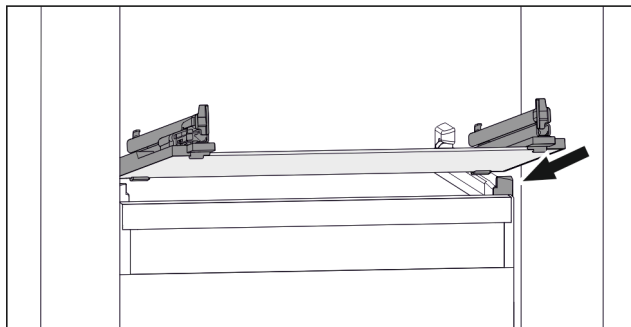

Fig. 111 Приблизне відображення скляної пластини
- ▶ Встановити скляну пластину за стопорами навкоси. (див. Fig. 111)